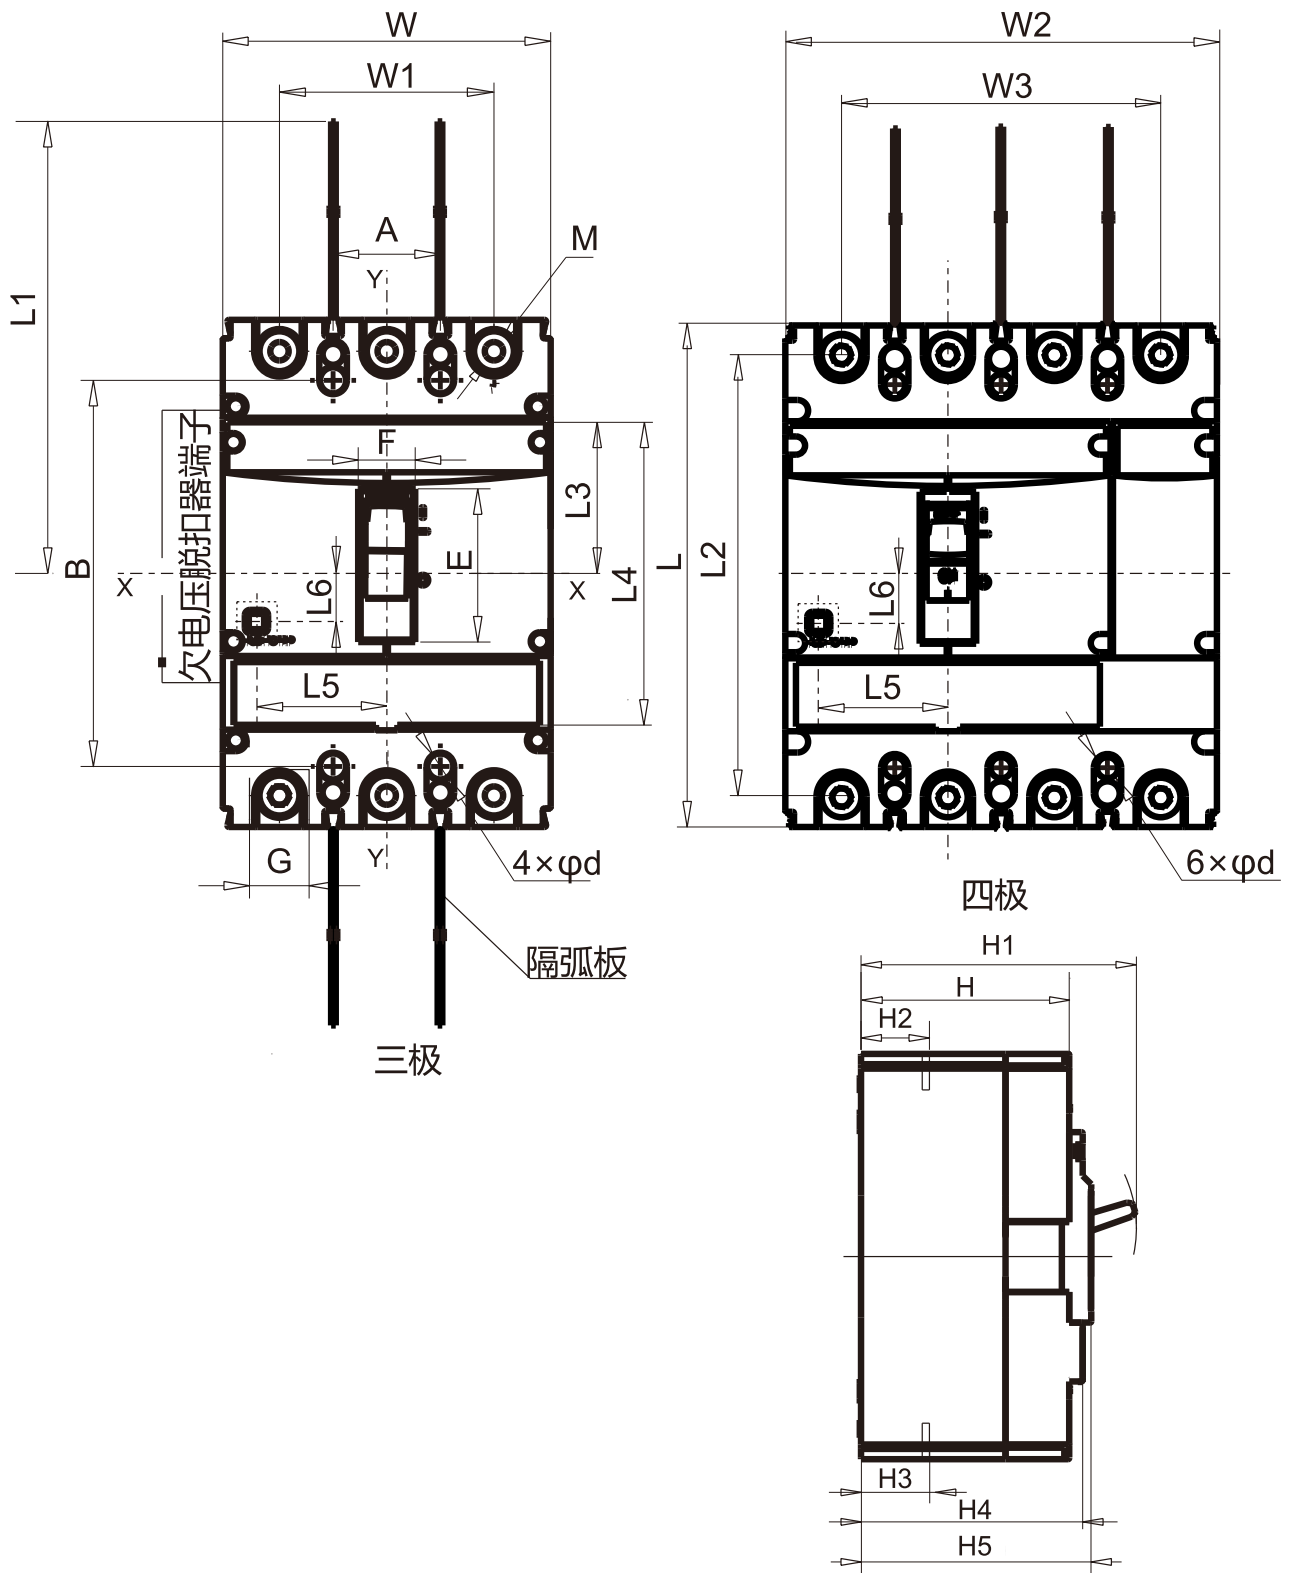

图2 固定式板前接线
(1) 板前接线外形尺寸见图2、表10 (X-X、Y-Y为断路器中心)